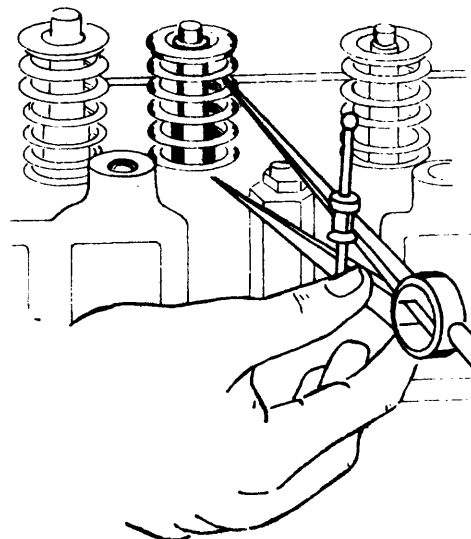

Fig. 3
- 2 Asegúrese que las cuñas de las válvulas queden bien instaladas (fig.3).